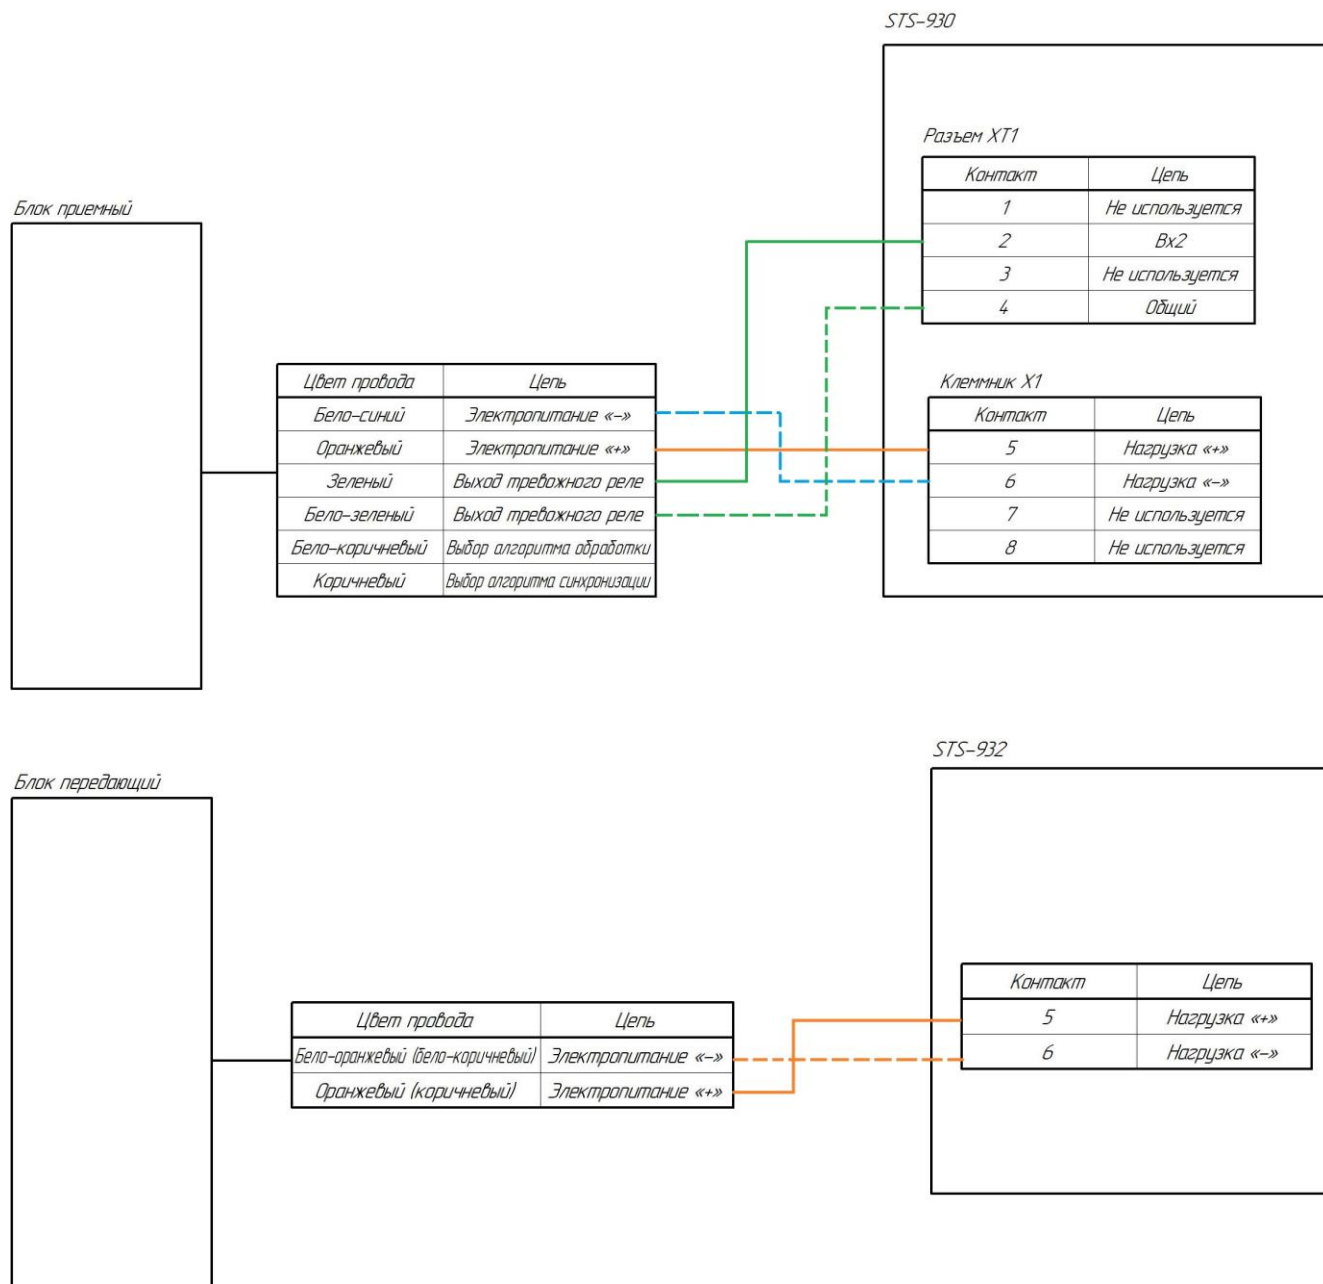

Рисунок 5
- вскрыть корпус блока STS-930 и подключить (согласно схеме на рисунке Рисунок 5) к нему блок приемный;
- вскрыть корпус блока STS-932 и подключить (согласно схеме на рисунке Рисунок 5) к нему блок передающий;
- вскрыть корпус блока STS-932 и подключить (согласно схеме на рисунке Рисунок 5) к нему блок приемный;